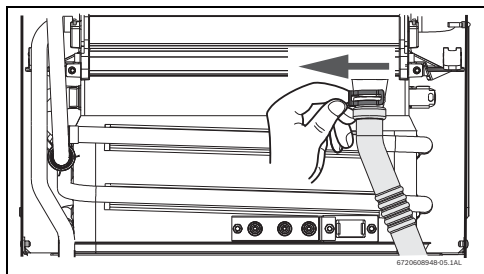

Fig. 59
- ▶ Retirar el clip y soltar la extremidad del tubo de condensados (consultar la Fig. 59).